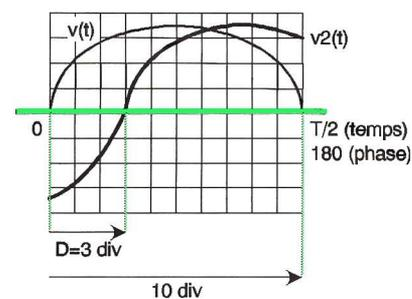

Fig 2 Mesure d'un déphasage à l'oscilloscope $\phi = -18 \times 3 = -54^\circ$
Les 2 signaux doivent être appliqués aux entrées de l'oscilloscope avec un mode de couplage alternatif (AC) afin de supprimer une éventuelle composante continue ; $v(t)$ sur la voie A et $v_2(t)$ sur la voie B. Si le signal $v(t)$ est pris comme référence des phases, le balayage horizontal sera synchronisé sur la voie A. En décalant si nécessaire la base de temps, on s'arrange pour qu'une demi-période du signal pris comme référence occupe exactement la largeur de l'écran de l'oscilloscope (soit généralement 10 divisions comme on le constate à la figure 2). Comme une durée égale à $T/2$ est associée à une phase égale à 180° , on détermine le déphasage par une simple règle de trois. La valeur numérique
figure 2, $v_2(t)$ est en retard par rapport à $v(t)$ pris comme référence et $D = 3$ divisions. Ce qui donne $\phi = -18 \times 3 = -54^\circ$. Pour obtenir le déphasage directement en radian on utilise la formule $\phi = \pi.D/10$ avec $\pi = 3,14159...$